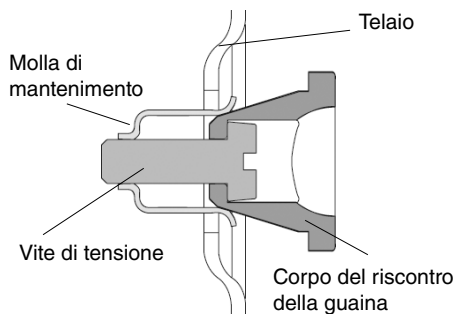

Fig. 10.1
- 3 / Serrare la vite di tensione a **1Nm** fino al mantenimento completo del riscontro nell'alloggiamento (Fig. 10.1).